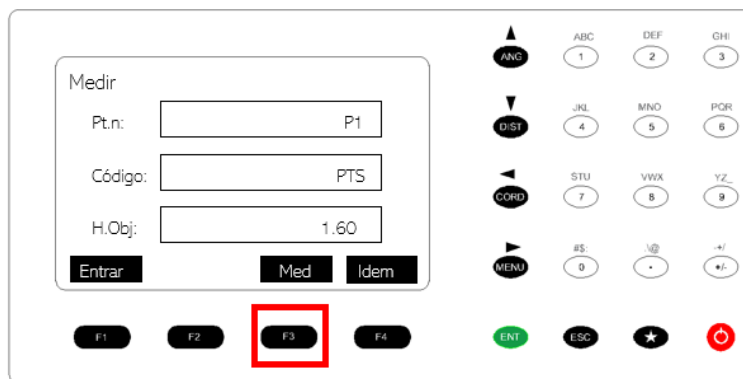
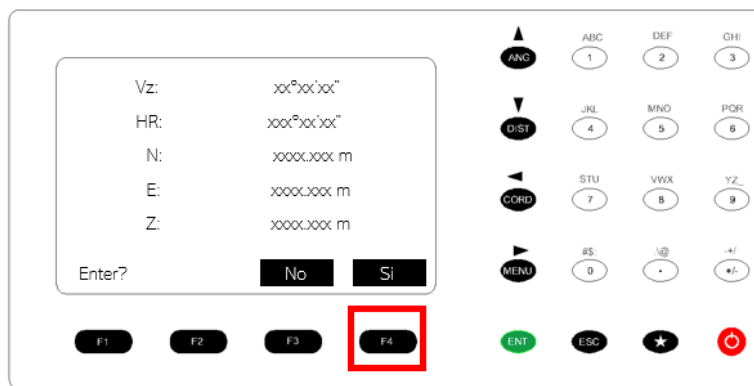

Figura 104. Toma de la medición.
Figura 106. Verificación de las coordenadas.
36. Presionar F3 Med (figura 104). Y seleccionar la opción F3 Coord (figura 106).
37. Verificar y anotar las coordenadas y presionar F4 Si, para guardar el punto. Figura 106.